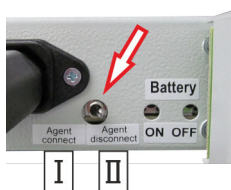

Fig. 51: Interruttore di bloccaggio
1. Bloccare il sistema: commutare l'interruttore di bloccaggio (Fig. 51/freccia) su "Agent disconnect [bloccato]" (Fig. 51/ II).